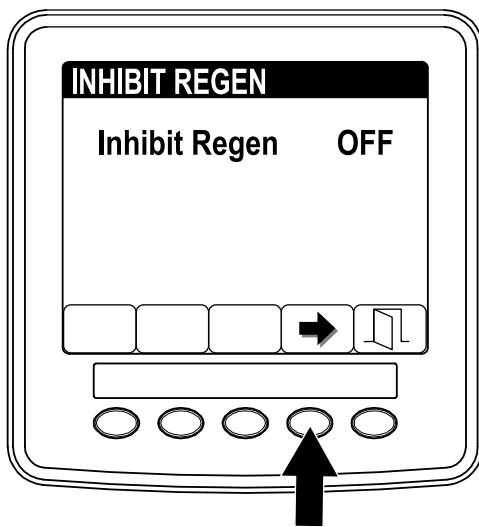

Bild 44
3. Drücken Sie die Taste 4, um die Einstellung für das Verhindern der Regenerierung von „On“ in „Off“ (Bild 44) oder von „Off“ in „On“ zu ändern.